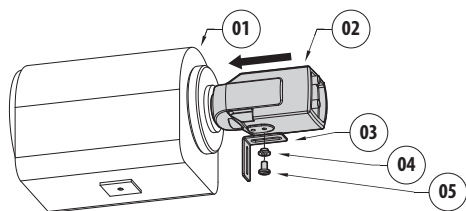

Fig. 8
Il est possible de fixer une entretoise H-20 (02) au système optique. Connecter la caméra et fixer l'étrier à L (Fig. 8, page 15). Interposer une entretoise en plastique (01) de l'épaisseur requise et le fixer avec rondelle et vis (03).